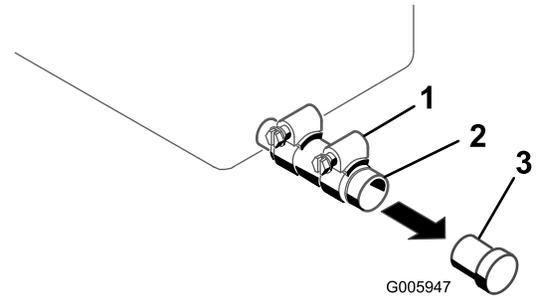

Figura 30
4. Coloque un recipiente debajo del orificio de drenaje de aceite (Figura 30).
5. Afloje la abrazadera y retire el tapón (Figura 30).